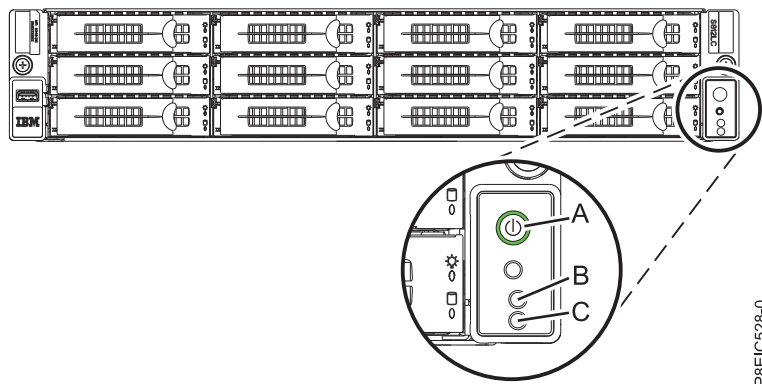

図 45. 電源ボタン
- 電源オン LED (図 45 を参照) が明滅している。ライトが明滅している場合、装置にスタンバイ電源が供給されていることを示します。
3. 電源ボタン (A) を押します (図 45 を参照)。 パワーオン表示ライトが明滅を停止して、点灯したままになり、システム電源がオンになったことを示します。システムの冷却ファンが高速で作動し、約 30 秒後に運転速度に戻ります。